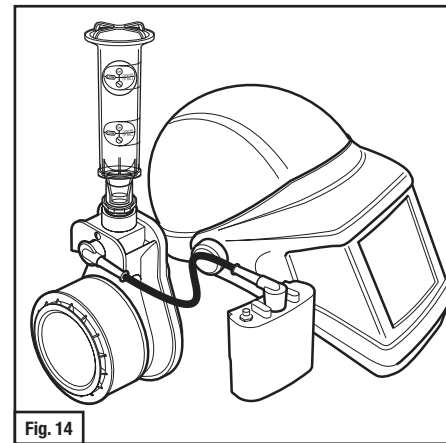

Fig. 14
- a. Adaptateur L-181 : Insérer l'extrémité dans le connecteur en vinyle (Fig. 14) et maintenir le débitmètre à la verticale.